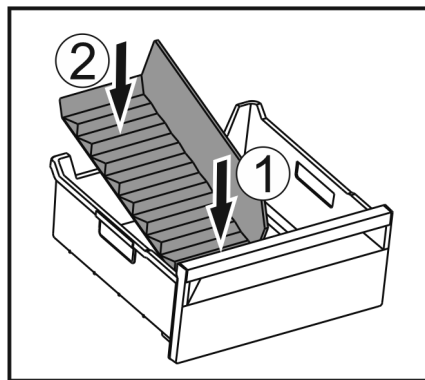

Fig. 160
- ▶ 装入冰格分隔器前部。 Fig. 160 (1)
- ▶ 将冰格分隔器后部放低至抽屉底板。 Fig. 160 (2)